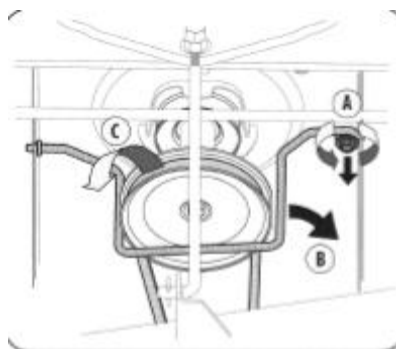

Рис. 16
3. Отверните саморез (А) который удерживает предохранительную тягу ремня на шкиве механизма отбора мощности, а затем извлеките тягу (В) (см. Рис. 16).
4. Снимите ремень (С) со шкива механизма отбора мощности (см. Рис. 16).